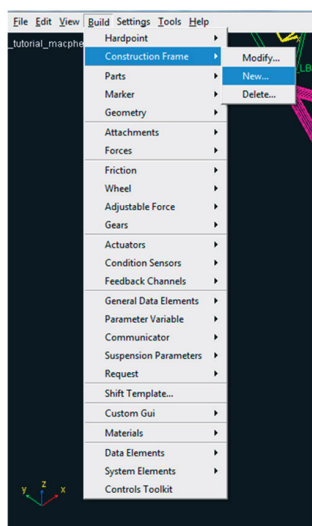

Figura 4.45 – Construção de um novo *Construction Frame*.
- Acesse o menu *Build* → *Construction Frame* → *New* (Figura 4.45).